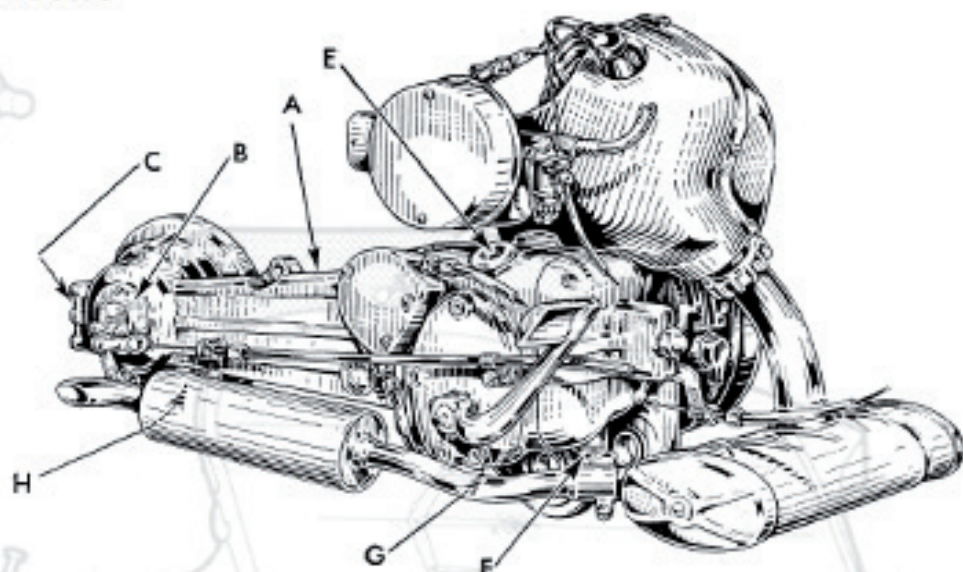

Fig. 10
- Im Getriebekasten (Abb. 10) den Ölstand kontrollieren und es wiederherstellen, indem Öl in die Öffnung E gegossen wird, bis es bei F wieder anfängt auszufließen. 120 gr. Frischöl weiter einfüllen.
- Den Gelenkzapfen der Hinterradfederung (1), sowie die Nockenzapfen (7) und der Pedalzapfen (8) der Hinterradbremse durch die betreffenden Schmiernippel schmieren.
- des Öls den Stöpsel G (Abb. 10) entfernen.